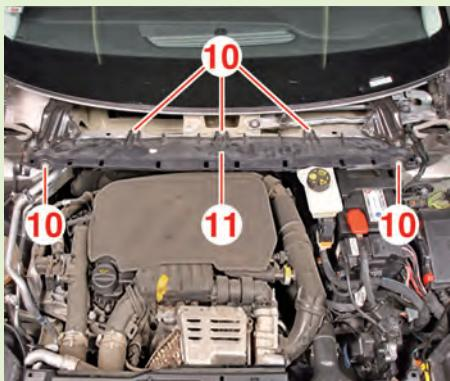

Fig.6
- Déposer (Fig.6) :
- les vis (10) à l'aide de la clé [1],
- la baie d'auvent (11).